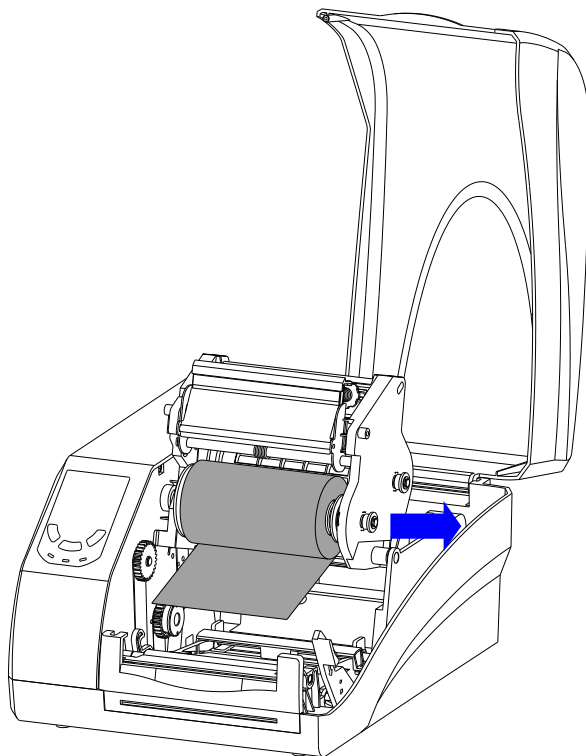

图 2-7
4. 向外拉起碳带供应端的碳带释放钮，将装好碳带适配管的碳带卷卡入碳带供应端，确保碳带供应端左压盘上的两个长条形凸起卡入碳带适配管左侧的两个卡口中，如图 2-7 所示。